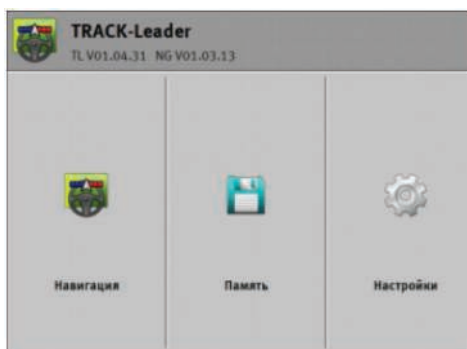

Рисунок 1.10 – Окно приложения TRACK-Leader
3. В меню выбора слева открыть приложение TRACK-Leader (рисунок 1.10).
7. Выйти из шаблона . Открыть стартовый шаблон приложения TRACK-Leader (рисунок 1.10).